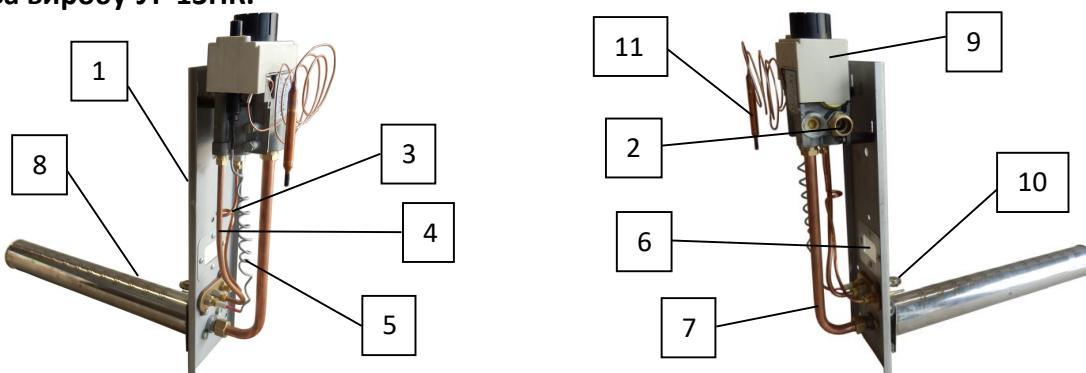

Рис.1 Будова пристрою.
Підключіть до панелі основний пальник за допомогою шурупів 3,5x9,5мм. Пальник встановлюється щілинною поверхнею вгору. Пристрій встановити в отвір топки газового приладу парапетного типу (закрита камера згоряння) на передбачене для цього місце і закріпіти. Отвори кріплення виконуються за місцем установки. Підключення магістрального газу проводять через штуцер (п.2 рис.1). На газопроводі обов'язково повинні бути передбачені газовий фільтр та кран. Перемістити термобалон (п.11 рис.1) з транспортного положення в робоче (гільза чи отвір для датчика в опалювальному газовому пристрої – котлі).
- відпустіть рукоятку управління і перевірте наявність полум'я на пілотному запальнику (п.10 рис.1).